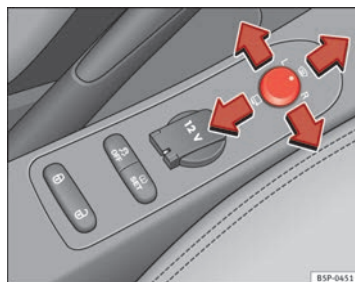

Fig. 89 Mando de los retrovisores exteriores
1. En primer lugar, gire el mando ⇒ fig. 89 hasta la posición **L** (retrovisor izquierdo).
- Gire el mando ⇒ fig. 89 hasta la posición ☞ para plegar los retrovisores exteriores. Para evitar daños en el vehículo, debería plegar los retrovisores exteriores siempre que utilice un túnel de lavado automático.